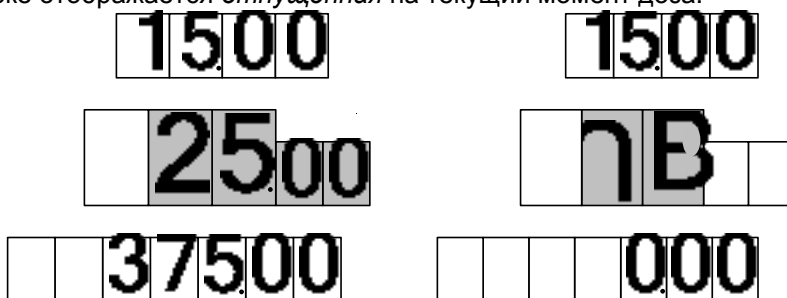

Рисунок 1
7.3 В начале новой заправки, когда колонка готова к отпуску топлива, в средней строке устройства мигающими символами отображается *заданная* доза, а в случае отпуска "до полного бака" – символы "ПБ" (рисунок 1). Это дает клиенту удобный способ определить, когда можно начать заправку, а также убедиться, что задано именно то количество топлива, которое он заказывал. После пуска колонки в этой строке отображается *отпущенная* на текущий момент доза.